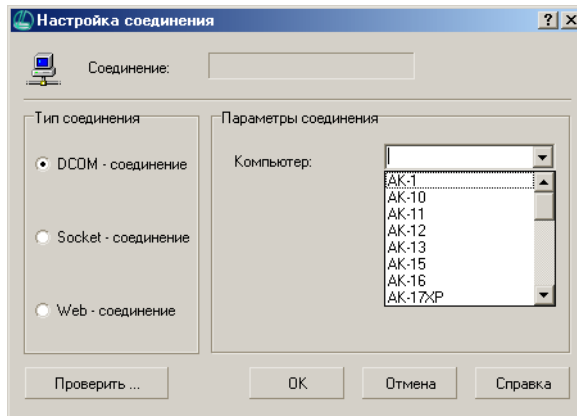

Рис. 5.31.
1.1. Если вы указали *DCOM-соединение*, в группе **Параметры соединения** выберите из раскрывающегося списка компьютеров тот, на котором установлен сервер приложений (рис. 5.31).
Чтобы изменить тип или параметры связи с ранее определенным сервером приложений, укажите его в списке балансируемых серверов и вызовите из контекстного меню команду **Редактировать** или нажмите одноименную кнопку. Внесите необходимые изменения в открывшемся окне **Настройка соединения** (см. рис. 5.31 на с. 63). Описание приемов работы в этом окне содержится в разделе 5.11.1 на с. 63.